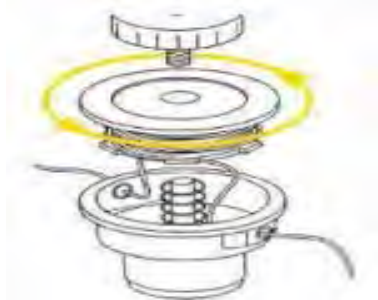

Рис. 7
- наматывайте леску на шпулю в направлении, показанном стрелкой (Рис. 7), следящие за тем, чтобы каждый отрезок лески попал в свое отделение;